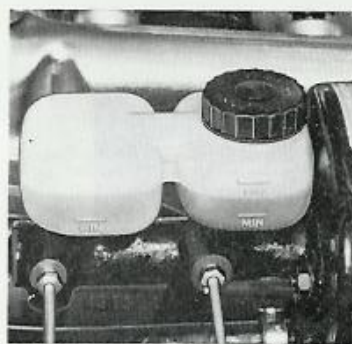

Bild 44. Bromsvätskebehållare
2. Kontrollera, utan att demontera locket, att nivån i bromsvätskebehållaren överstiger min.-märket (bild 44).